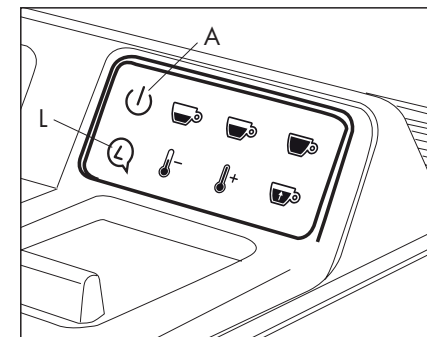

Fig. 9
- Premere tasto (L) per la selezione della lingua.
- Premere tasto A per confermare la lingua selezionata. **(Fig. 9)**